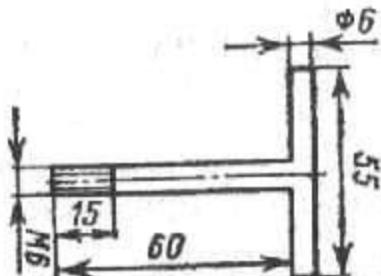

Рис. 93. Приспособление для установки коленчатого вала
1. Левую цапфу коленчатого вала слегка смазать маслом, применяемым для смазки двигателя, а в отверстие правой цапфы, предназначенное для болта, крепящего ротор генератора, ввернуть приспособление, изображенное на рис. 93. У двигателя "Ява-350" ввернуть не полностью винты в среднюю разделительную перегородку коленчатого вала.